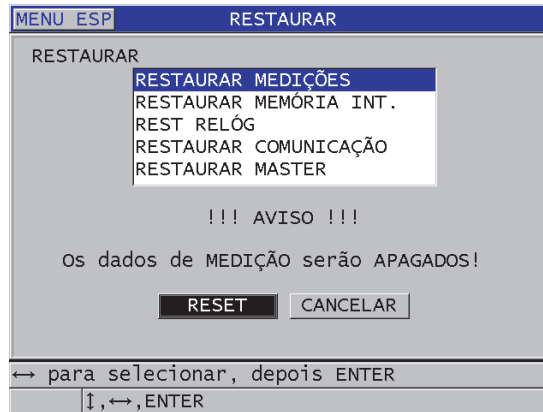

Figura 15-1 Ativar função restaurar
3. Na tela **RESTAURAR** (veja Figura 15-1 na página 285).